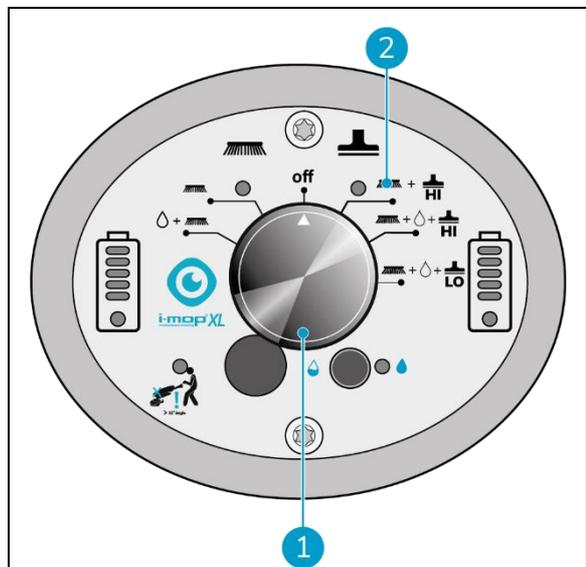

Abbildung 26
1. Verwenden Sie den i-mop XXL Pro Hauptschalter (Abbildung 26, Pos. 1) und wählen Sie MODE 3 Bürste + Trockensaugen (Abbildung 26, Pos. 2).